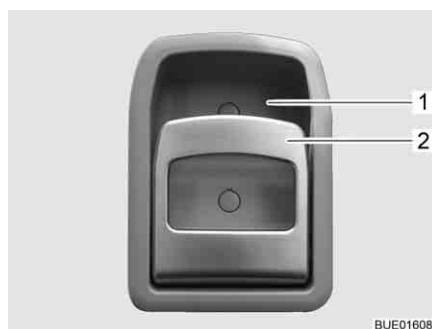

Fig. 42 Serratura della porta di ingresso, lato interno
- Tirare la maniglia (Fig. 42,2). La serratura della porta si sblocca o apre.
- Premere la maniglia (Fig. 42,2) in alto verso l'impugnatura (Fig. 42,1). La serratura della porta si blocca.